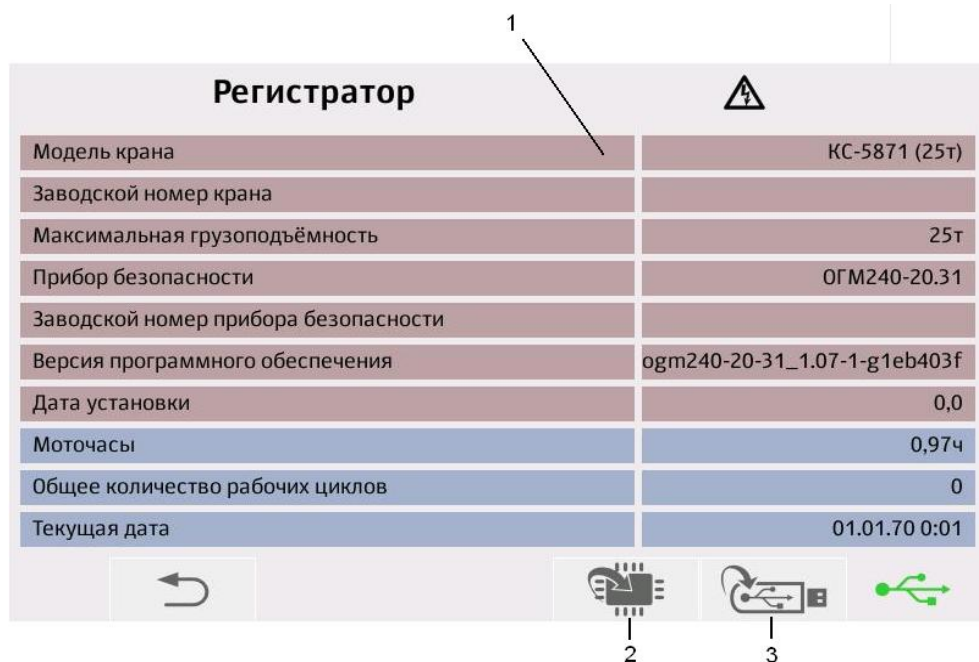

Рисунок 6 — Изображение меню «Регистратор»
- нажатием кнопки [4] перейти к таблице данных регистратора параметров (см. рисунок 6);